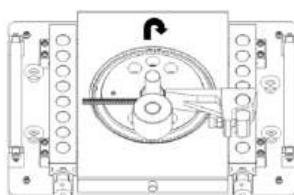

Рис. 4. Подача арматуры справа
- если поворотный диск вращается по часовой стрелке, упор устанавливается справа (см. рис. 4),
- установите переключатель фаз (K5) (при наличии) в требуемое положение. При подаче арматуры справа (см. рис. 4), переключатель устанавливается в положение 1 (по часовой стрелке). В моделях VPK Г-40 и VPK Г-42 фазы питания двигателя переподключаются вручную;